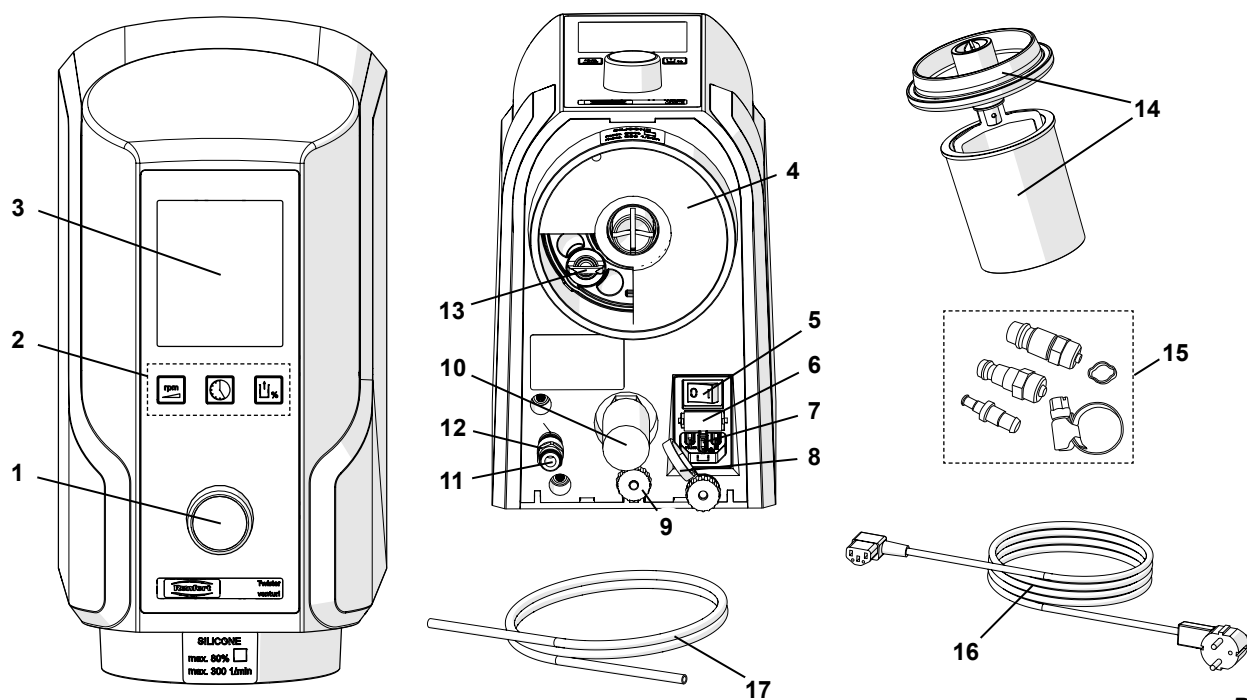

Bild 1
- ⇒ För in tryckluftsslagen (17) i slanganslutningen på tryckluftsanslutningen (11) så långt det går. Ett litet motstånd måste övervinnas märkbart.
- ⇒ Välj vid anslutning av tryckluftsnätet en lämplig slangkoppling från den bifogade satsen (15, bild 1) och fäst den på slangens ände.